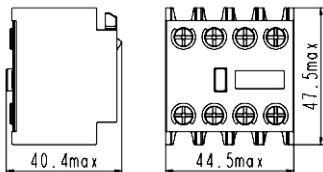

图2 辅助触头组（4组）外形尺寸
5.2 辅助触头组（4组）外形尺寸，见图2。型号规格重量见箱贴。